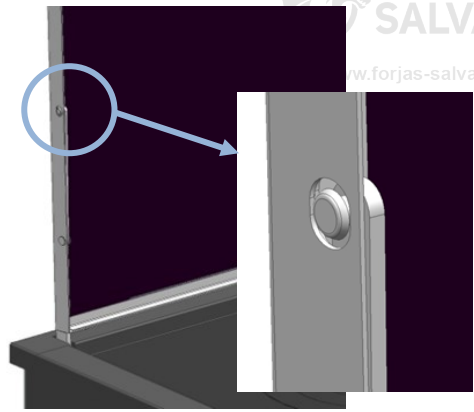
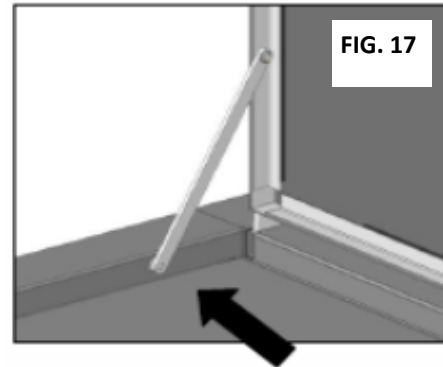

FIG. 16
FIG. 17
- Saque el retenedor, que está situado a su izquierda, del orificio del marco de la vitrocéramica (FIG. 16), bájelo e introdúzcalo en el hueco del marco de encimera esmaltado (FIG. 17).